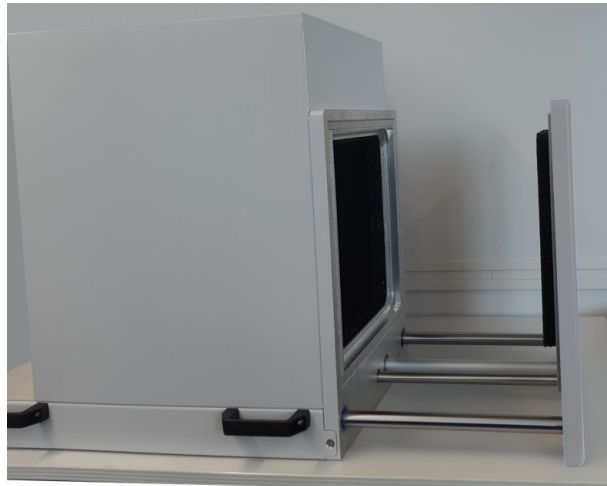

Bild 6-2: Die geöffnete Tür befindet sich vollständig über dem Tisch
- Es verbleibt genügend Raum zum Öffnen der Tür, siehe Bild 6-2.
- b) Die geöffnete Tür befindet sich vollständig über dem Tisch, wie in Bild 6-2 gezeigt.